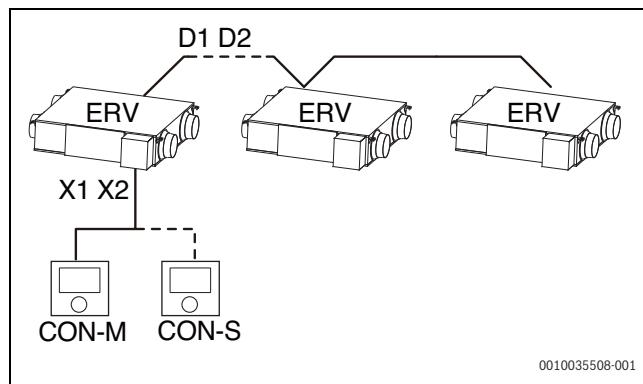

Fig. 17 Unități ERV multiple
- Grup de până la 16 ERV controlat doar de un controler sau două controlere (master/slave) (→ Fig. 17).